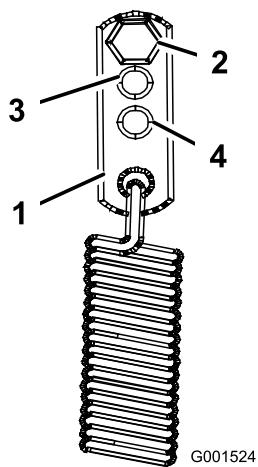

Figure 45
3. Pour des conditions de conduite plus difficiles, déplacez les ancrages de ressort aux positions service moyen ou lourd (Figure 45). Les ancrages de ressort sont fixés au coin arrière supérieur des protections de la transmission hydraulique sur les côtés gauche et droit de la machine.
Le levier du frein de stationnement est situé sur le côté droit de la machine (Figure 45). Réglez le frein de stationnement s'il ne reste pas serré correctement.